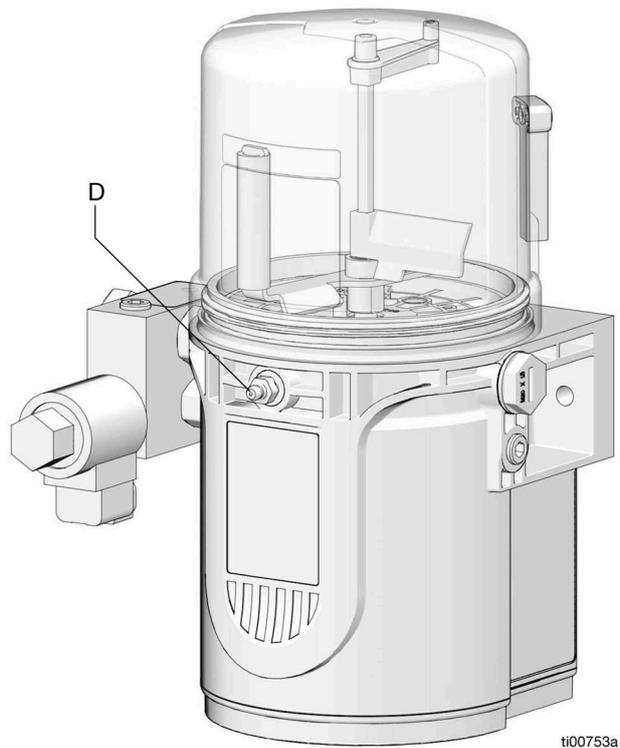

FIG. 8
1. Raccorder le flexible de remplissage à un raccord de remplissage Zerk d'entrée (D) (FIG. 8).